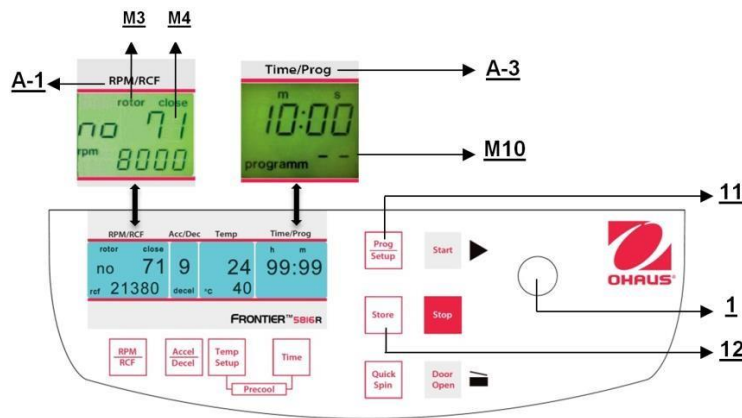

Figure. 28
Pour rappeler des programmes mémorisés, appuyer sur la touche "**Prog/Setup**" (11) (voir la figure 28) alors que le couvercle est déjà fermé. Sur l'affichage "**Time/Prog**" (A-3), le mot "**programm--**" (M10) apparaît. Le numéro de programme désiré peut être présélectionné avec le bouton de réglage (1).
Pour quitter le mode de programmation, appuyer simplement sur la touche "**Prog/Setup**" (11) (voir la figure 28). Sur l'affichage "**Time/Prog**", le mot "**programm**" apparaîtra.
Lorsque sur l'affichage « **Time/Prog** » (A-3), le mot "**error**" apparaît conjointement au numéro "**02**" (voir la figure 28), ceci peut être dû à la raison suivante : Le contacteur de déséquilibre est défectueux.